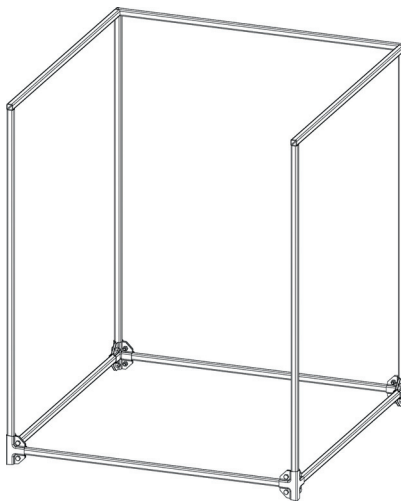

Рисунок 8 – Схема крепления горизонтальных стоек среднего уровня
7. Установить позицию «Стойка горизонтальная», с установленной в нее позицией «Заглушка квадратная 20-20С4С» в количестве 2 шт., и обычной позицией «Стойка горизонтальная» в количестве 2 шт. на предварительно собранную конструкцию, полученную на пункте 5, в соответствии со схемой, представленной на Рисунок 8;